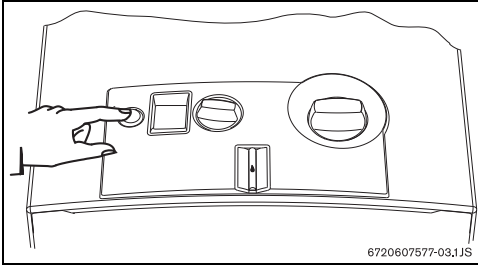

Fig. 7
- Para tal fin, basta conectar el interruptor (Fig. 7).